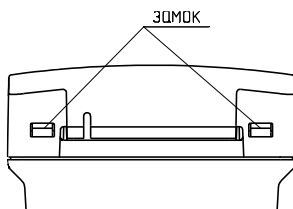

Рисунок 4
6.8 Для установки извещателя необходимо отсоединить корпус от основания, нажав отверткой на замки (см. рисунок 4)